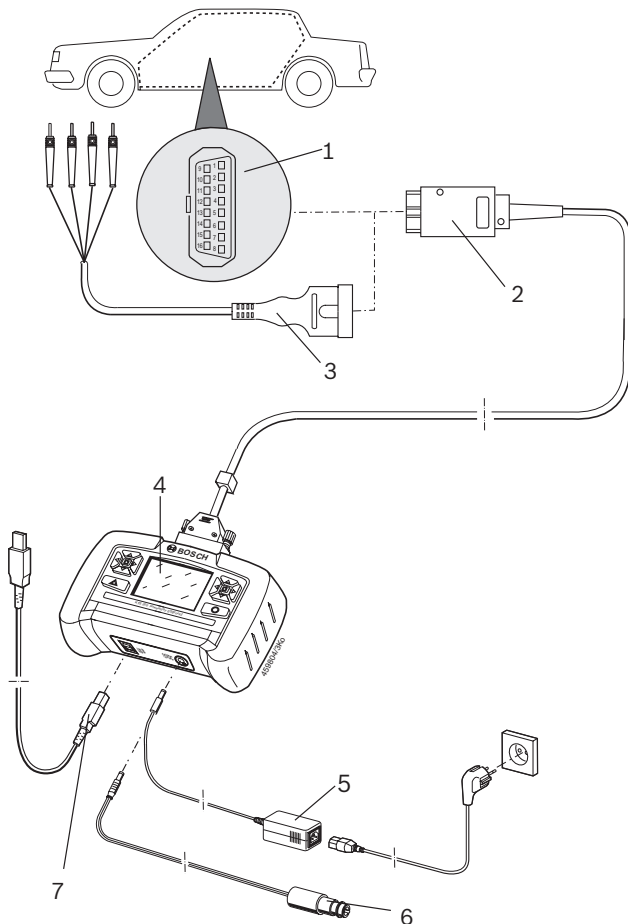

Fig. 3: Anschluss-Schema KTS 200
- die OBD-Diagnoseleitung (Fig. 3, Pos. 2) oder
- die OBD-Diagnoseleitung und zusätzlich über die UNI-Anschlussleitung (Fig. 3, Pos. 3; Sonderzubehör) oder